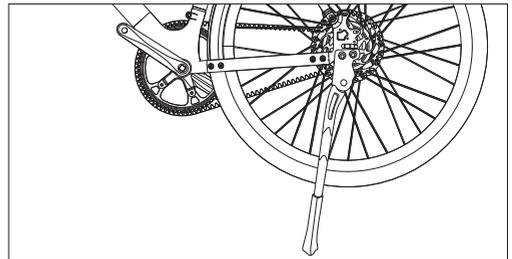

Figura 10-1
- a. Afloje los tornillos y las arandelas y, a continuación, retírelos de la puntera, tal como se muestra en la **Figura 10-1**.